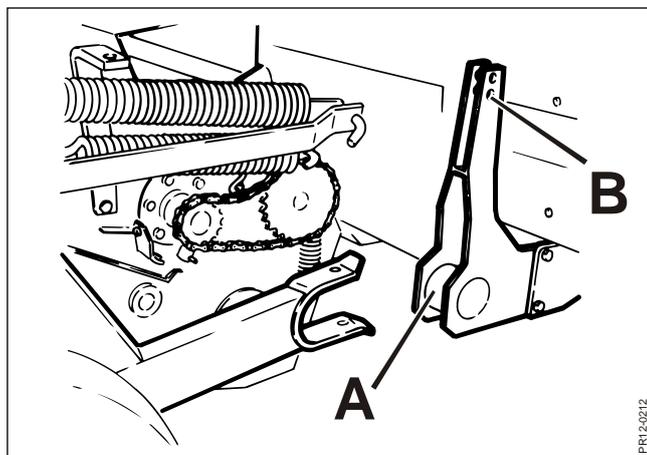

Fig. 3-5
**Fig. 3-5** Haga girar el recogedor sobre los rodillos y acérquelo a la máquina hasta que el enganche **A** se acople. Monte los 2 pasadores para fijar el recogedor a la base de la máquina.